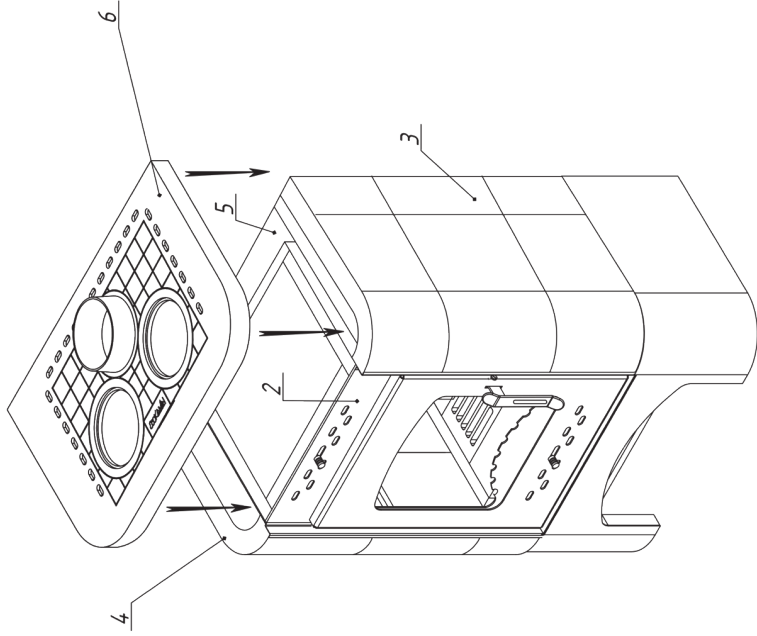

Рис. 4.
4. Чугунная плита 6 устанавливается сверху на топочную камеру 2 и боковые панели 3, 4, накрывая задний лист 5 (Рис. 4)